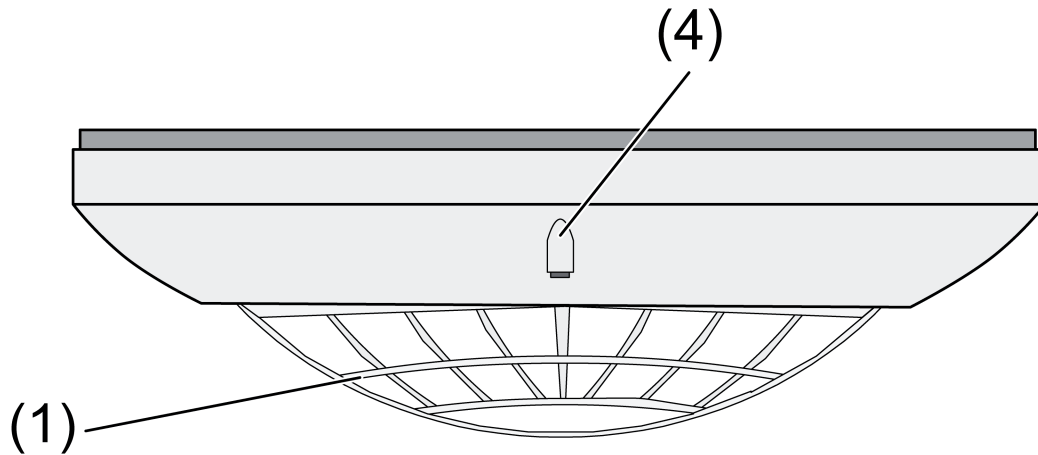

Figure 11
- Pour activer le mode de test de la régulation de lumière, appuyer sur la touche (4) pendant au moins 1 seconde (figure 11).
- Pour activer le mode d'épreuve de marche, appuyer sur la touche (4) pendant moins de 1 seconde (figure 11).